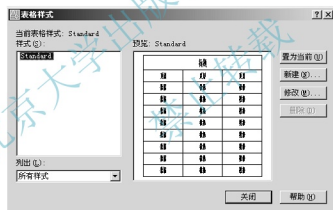

图 3.118 【表格样式】对话框
(1) 执行菜单栏中的【格式】|【表格样式】命令,打开【表格样式】对话框,如图 3.118 所示。